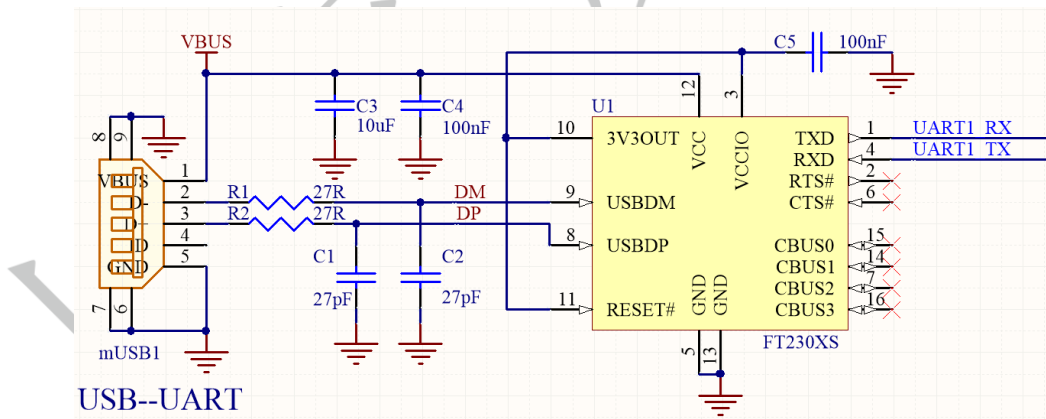
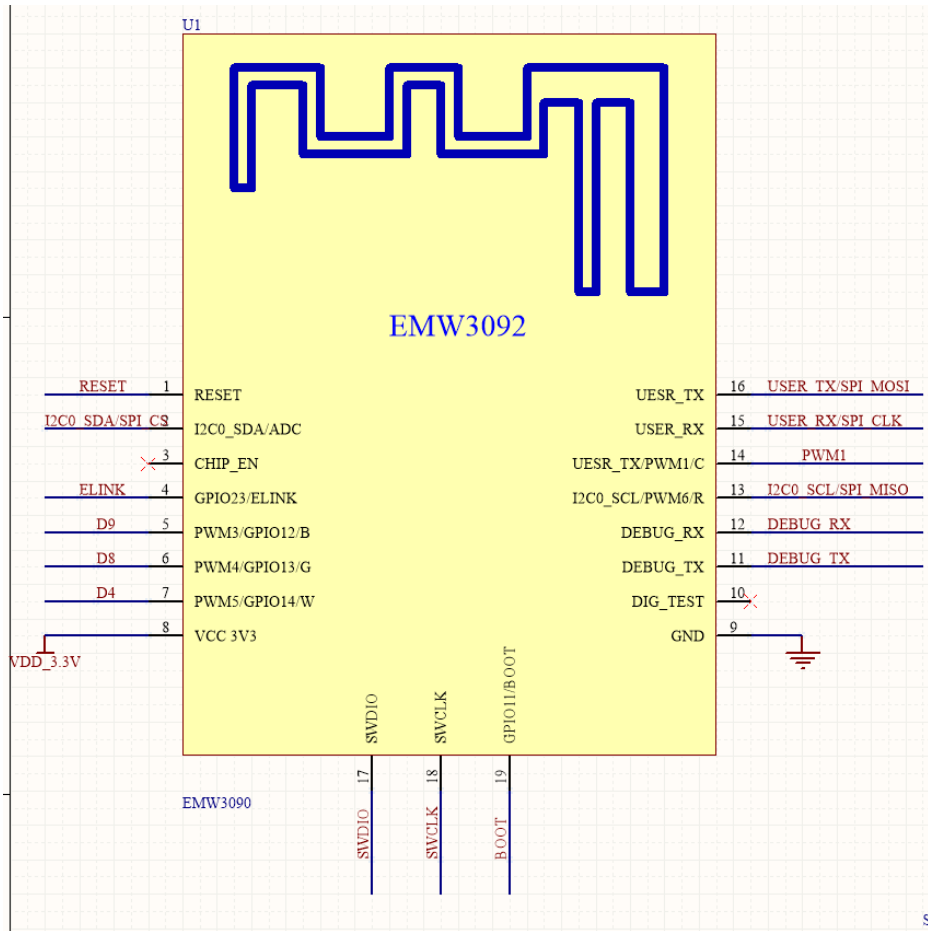
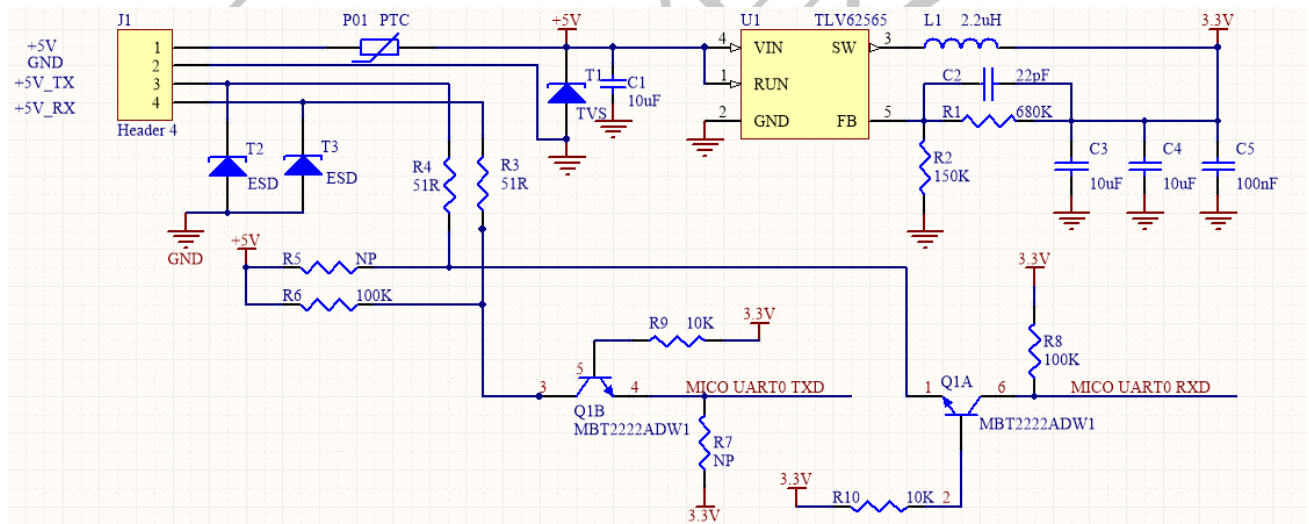

图 9 USB 转串口参考电路
图 10 EMW3092 外部接口参考设计
图 11 3.3V UART- 5V UART 转换电路
- (1) 柜式烘烤箱
- (2) 防静电、耐高温托盘
- (3) 防静电耐高温手套
- 庆科出厂的模块存储条件如下（存储环境如 5.4 节图 9 所示）：
- 请根据回流焊曲线图进行 SMT 贴片，峰值温度 250℃，回流焊温度曲线如 5.5 节图 10 所示；
EMW3092 参考电路如下图 9 电源参考电路、图 10 USB 转串口参考电路、图 11 外部接口参考设计所示供用户参考。